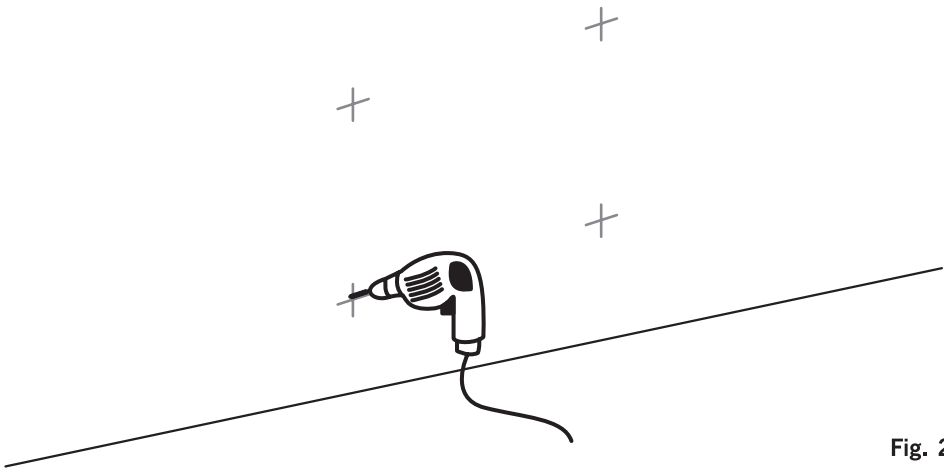

Fig. 2
- Taladrar en las marcas e introducir los tacos (fig 2).